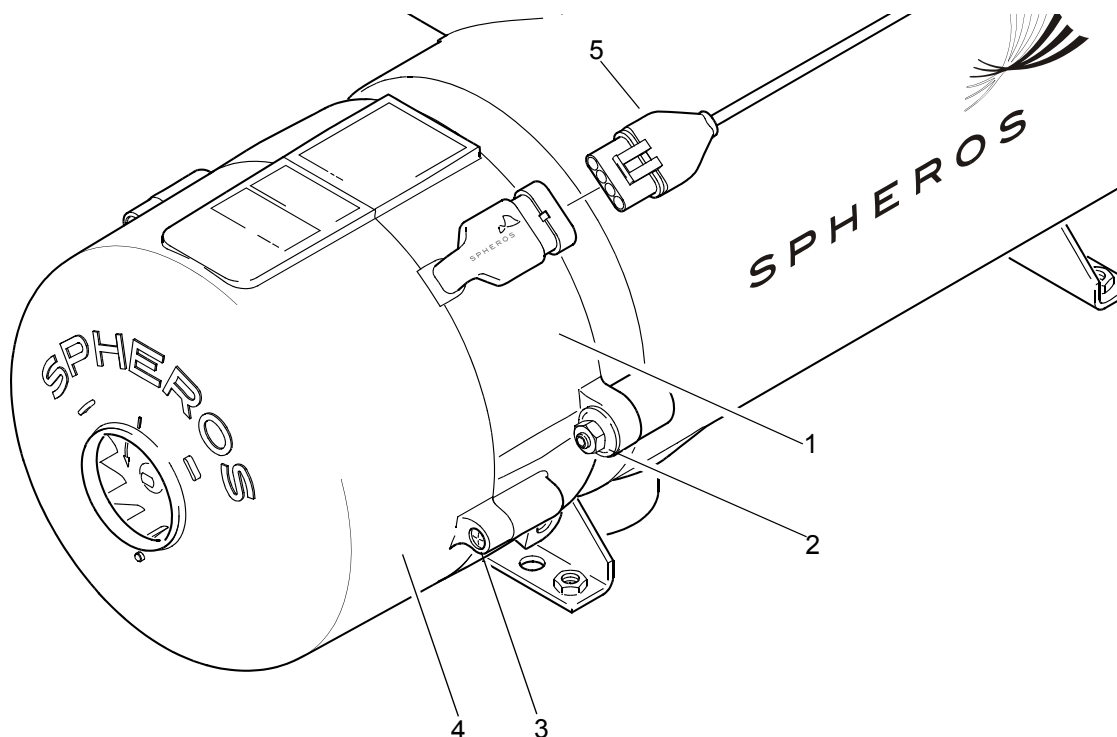

Fig. 801 Démontage et montage de la tête du brûleur / du capot
2. Retirer la fiche de la sonde de température (5, Fig. 801).
1. Mettre le brûleur en place (1, Fig. 801) en position de montage en veillant à le centrer et le positionner correctement.
2. Placer les écrous (2) et visser légèrement.
3. Serrer les écrous (2) avec un couple de $7,5 + 1$ Nm.
6. Insérer la fiche de la sonde de température (5).
- 2 Écrous (2)
- 3 Vis (2)
3. Retirer la fiche de la sonde de température (5, Fig. 801).
2. Serrer à fond la sonde de température (1) avec un couple de $17 \text{ Nm} \pm 1 \text{ Nm}$.
3. Insérer la fiche de la sonde de température (5, Fig. 801).
2. Si nécessaire, retirer la fiche de la sonde de température (5, Fig. 801).
3. Détacher les vis (3, Fig. 801).
4. Retirer le capot (4).
1. Mettre le capot en place (4, Fig. 801) en position de montage. Veiller à le centrer et le positionner correctement, et à bien placer les joints sur les faisceaux de câbles de l'appareil et de l'adaptateur.
2. Fixer les vis (3) et les serrer avec un couple de $2 \text{ Nm} + 0,5 \text{ Nm}$.
3. Le cas échéant, réinsérer la fiche de la sonde de température (5, fig. 801).